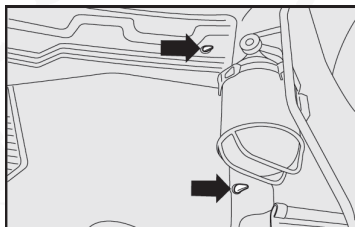

fig. 3
**Revise que los tapetes estén siempre rectos y en la posición correcta. Observe la ubicación correcta en cada unidad y su respectiva posición. El sistema dispone de elementos de sujeción fig. 3 para auxiliar en su retención en el piso del vehículo. La colocación indebida de los tapetes o el uso de tapetes no homologados, puede ser un obstáculo al accionamiento de los pedales. Utilice exclusivamente tapetes originales y/u homologados por FCA, evitando materiales no autorizados.**